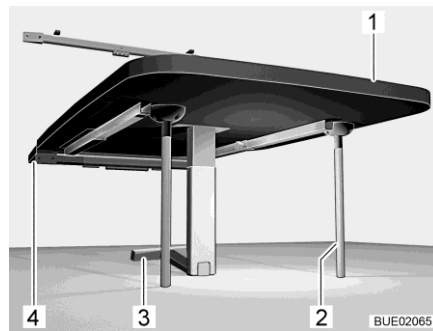

Fig. 136 Mesa colgante como base de cama
- Levantar la parte delantera del tablero de la mesa (Fig. 136,1).
- Abatir la parte inferior de la pata de apoyo articulada (Fig. 136,3) 90°.
- Insertar dos pies de apoyo (Fig. 136,2) adicionales en los alojamientos en el lado inferior del tablero de la mesa.
- Insertar la mesa en el listón de sujeción inferior (Fig. 136,4) y bloquearla.